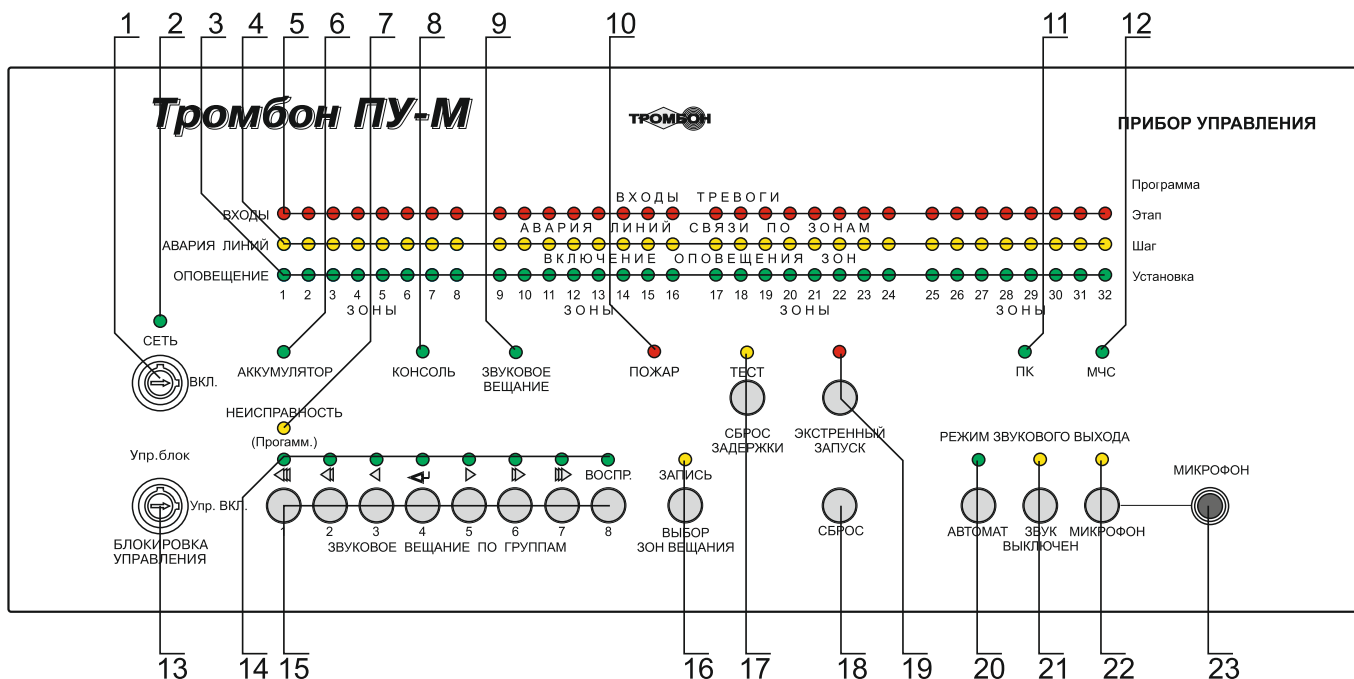

Рис. 1. Прибор управления «Тромбон ПУ-М». Внешний вид, органы управления и индикации.
- Любые другие значения сопротивления, воспринимается Прибором как авария линии связи. ПУ зажигает на передней панели индикатор аварии линий (рис. 1, поз. 4) соответствующий номеру неисправной линии и периодически издает звук зуммера.